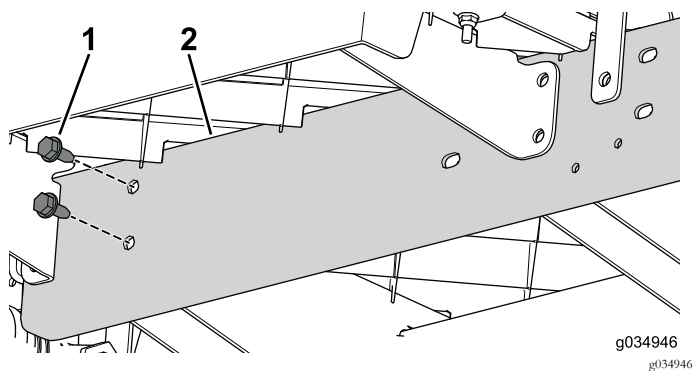

図 75
6. 車体前部のセンターチャンネルに、エクステンションレールを仮止めするボルト5/16 x 3/4 インチ2本を使う図 75。